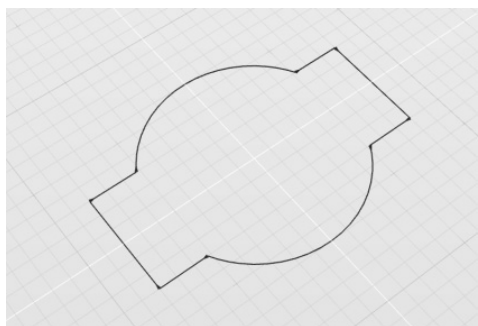

图 3-50 更改源对象参数, 交切曲线即时更新
3) 从全局浏览器中选中源曲线“圆#1”, 改变“半径”参数为“6”, 获得图 3-50 所示的结果。由此可见, “曲线交切”工具也可构建结构历史进程。